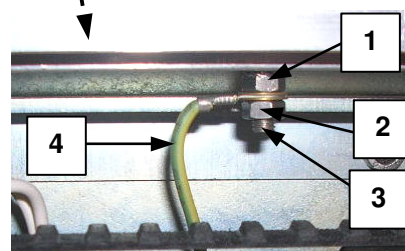

fig.5.13 (pos.5-fig.5.10)
- allentare il dado blocco (n.2-fig.5.13) del cavo di massa inferiore (n.4-fig.5.13)
- allentare il dado n.1-fig.5.13
- allentare il grano di blocco della resistenza (n.3-fig.5.13)